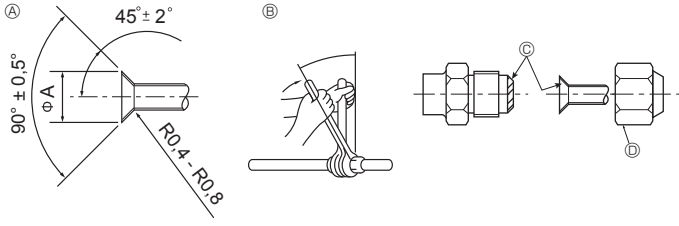

Fig. 4-1
4.2. Boruların bağlanması (Fig. 4-1)